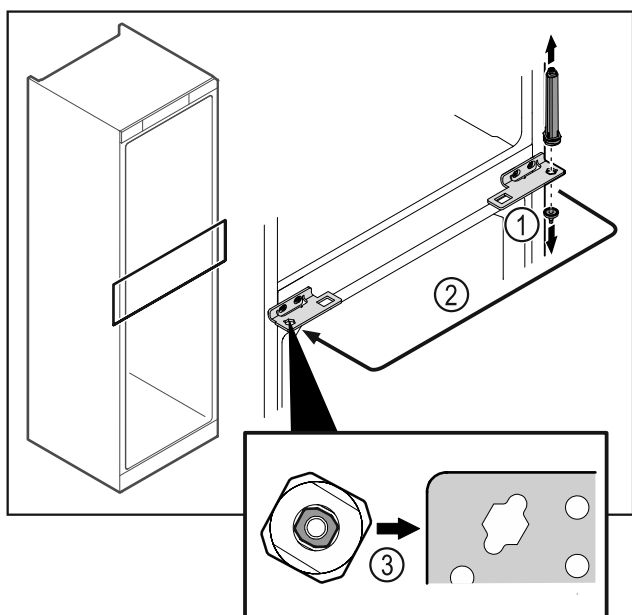

Fig. 44
- ▶ Deșurubați boltul balamalei Fig. 44 (1).
- ▶ Mutați sistemul de închidere al ușii Fig. 44 (2).
- ▶ La utilizare aveți în vedere alinierea corectă a sistemului de închidere a ușii Fig. 44 (3).